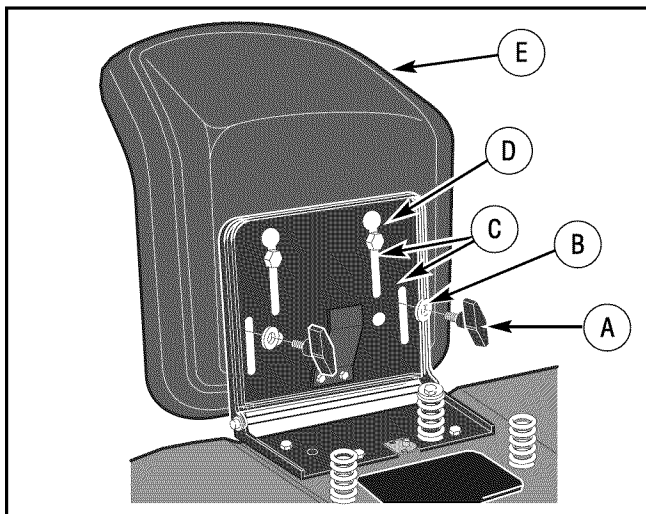

Figura 5: Asiento
2. Alinee los agujeros en la **visagra del asiento** con los agujeros en el **asiento** (Figura 5). Ajuste el asiento a la **visagra del asiento** con los sujetadores tal y como se muestra.
3. Revise la posición operativa del **asiento**. Si **necesita** ajustar el asiento, afloje las dos **tuercas de mariposa**. Mueva el **asiento** hacia adelante o hacia atrás a lo largo de los **huecos de ajuste del asiento** como se indica. Apriete los pernos de mariposa (A).